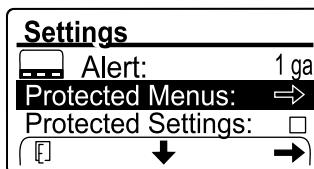

Figura 108
1. Inserite il codice PIN per l'opzione MENU PROTETTI (Figura 108); fate riferimento a Accesso ai menu protetti \(pagina 22\).